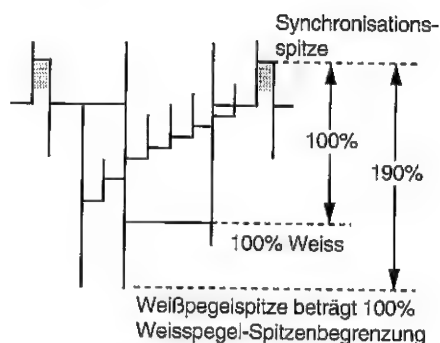

Abbildung 5-4
1. Ein Oszilloskop an Stift (77) von IC201 und GND anschließen.
3. Die Überschwungung des videosignals muß bei 190% begrenzt werden, wie in Abbildung 5-4 dargestellt.